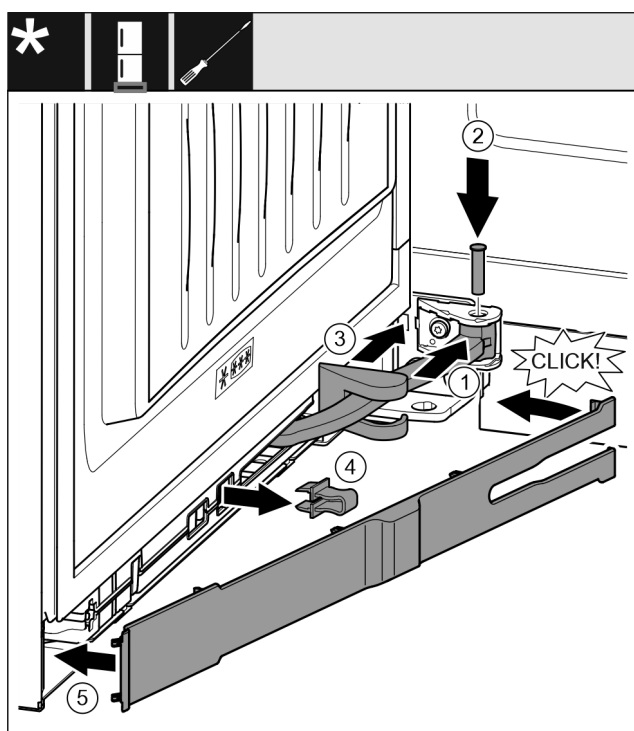

Fig. 43
- ▶ Rotiți articulația Fig. 43 (1) în sistemul de suspendare.
- ▶ Introduceți cu o șurubelniță bolțul Fig. 43 (2) în sistemul de suspendare și articulație. Urmăriți ca respectiva camă de fixare să fie așezată corect în canelură.
- ▶ Împingeți capacul suportului de lagăr Fig. 43 (3) de-a lungul articulației și montați-l deasupra sistemului de suspendare.
- ▶ Detașați siguranța Fig. 43 (4).
- ▶ Aplicați masca Fig. 43 (5) pe partea mânerului și rabatați în interior.